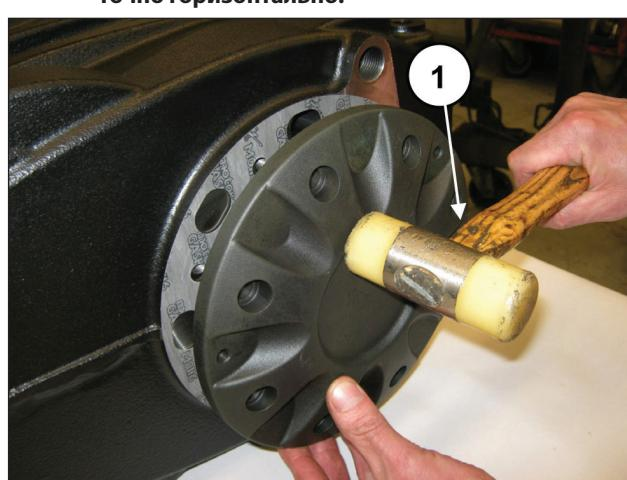

Рис. 61
Установите крышку подшипника (с соответствующим уплотнением) с помощью ударной массы (поз. ①, Рис. 61)